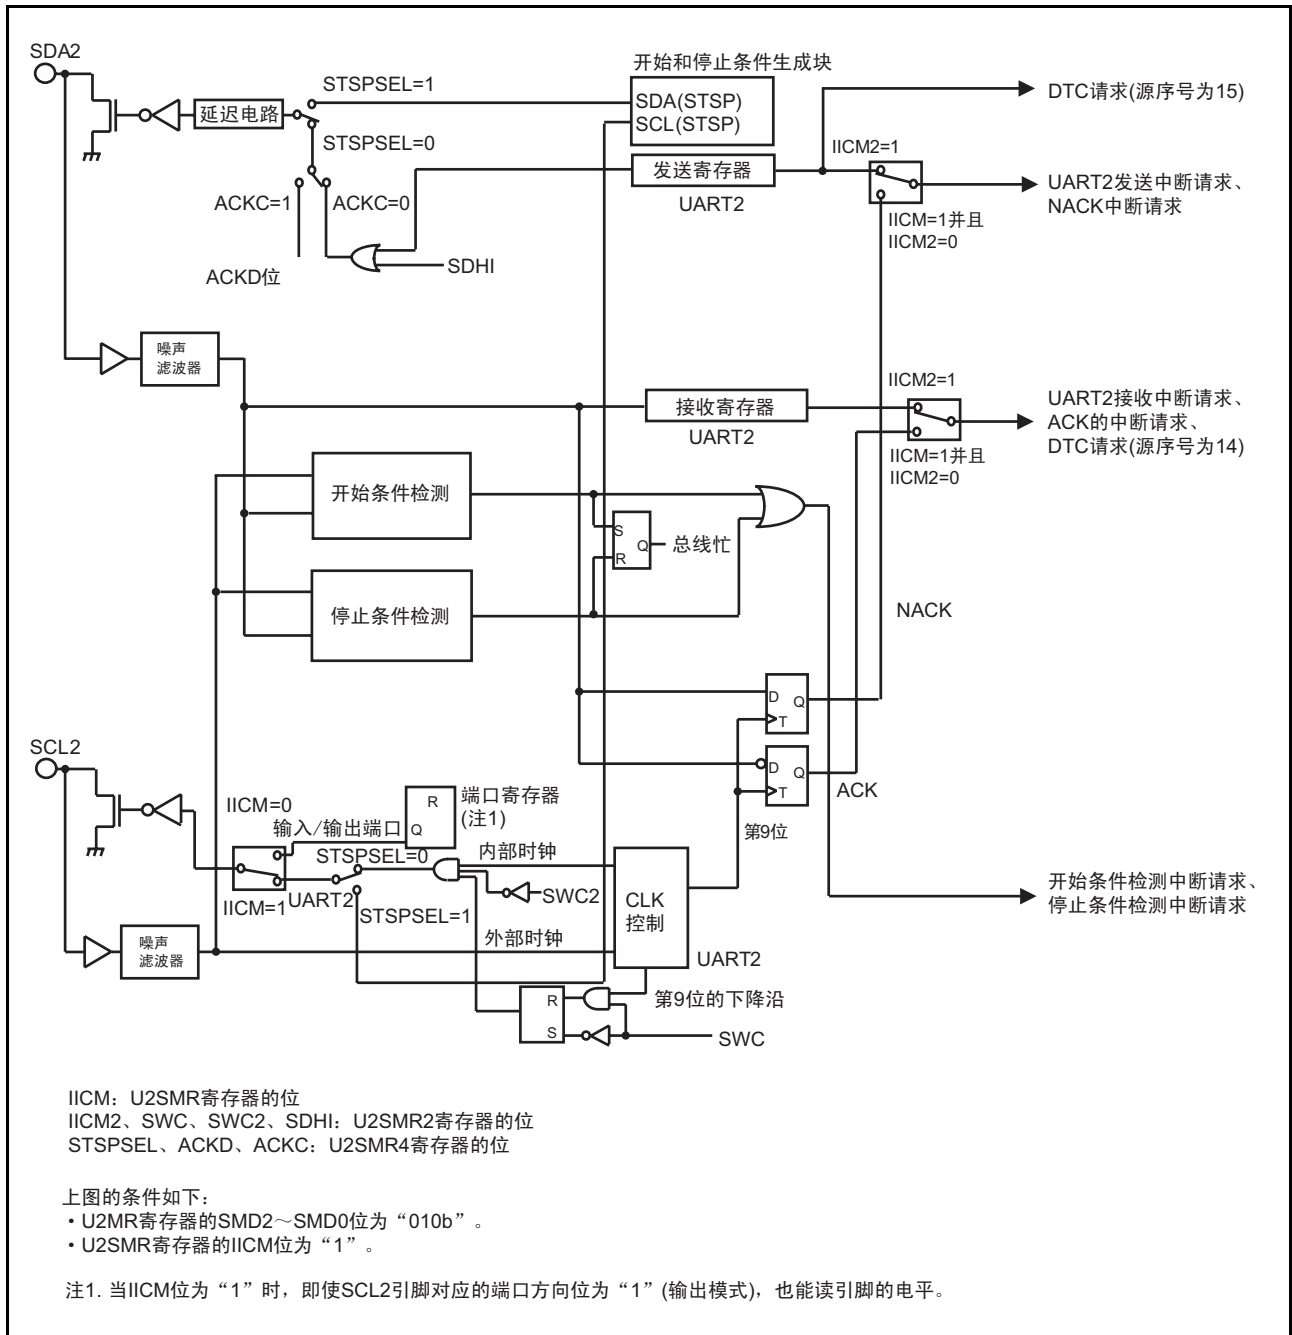
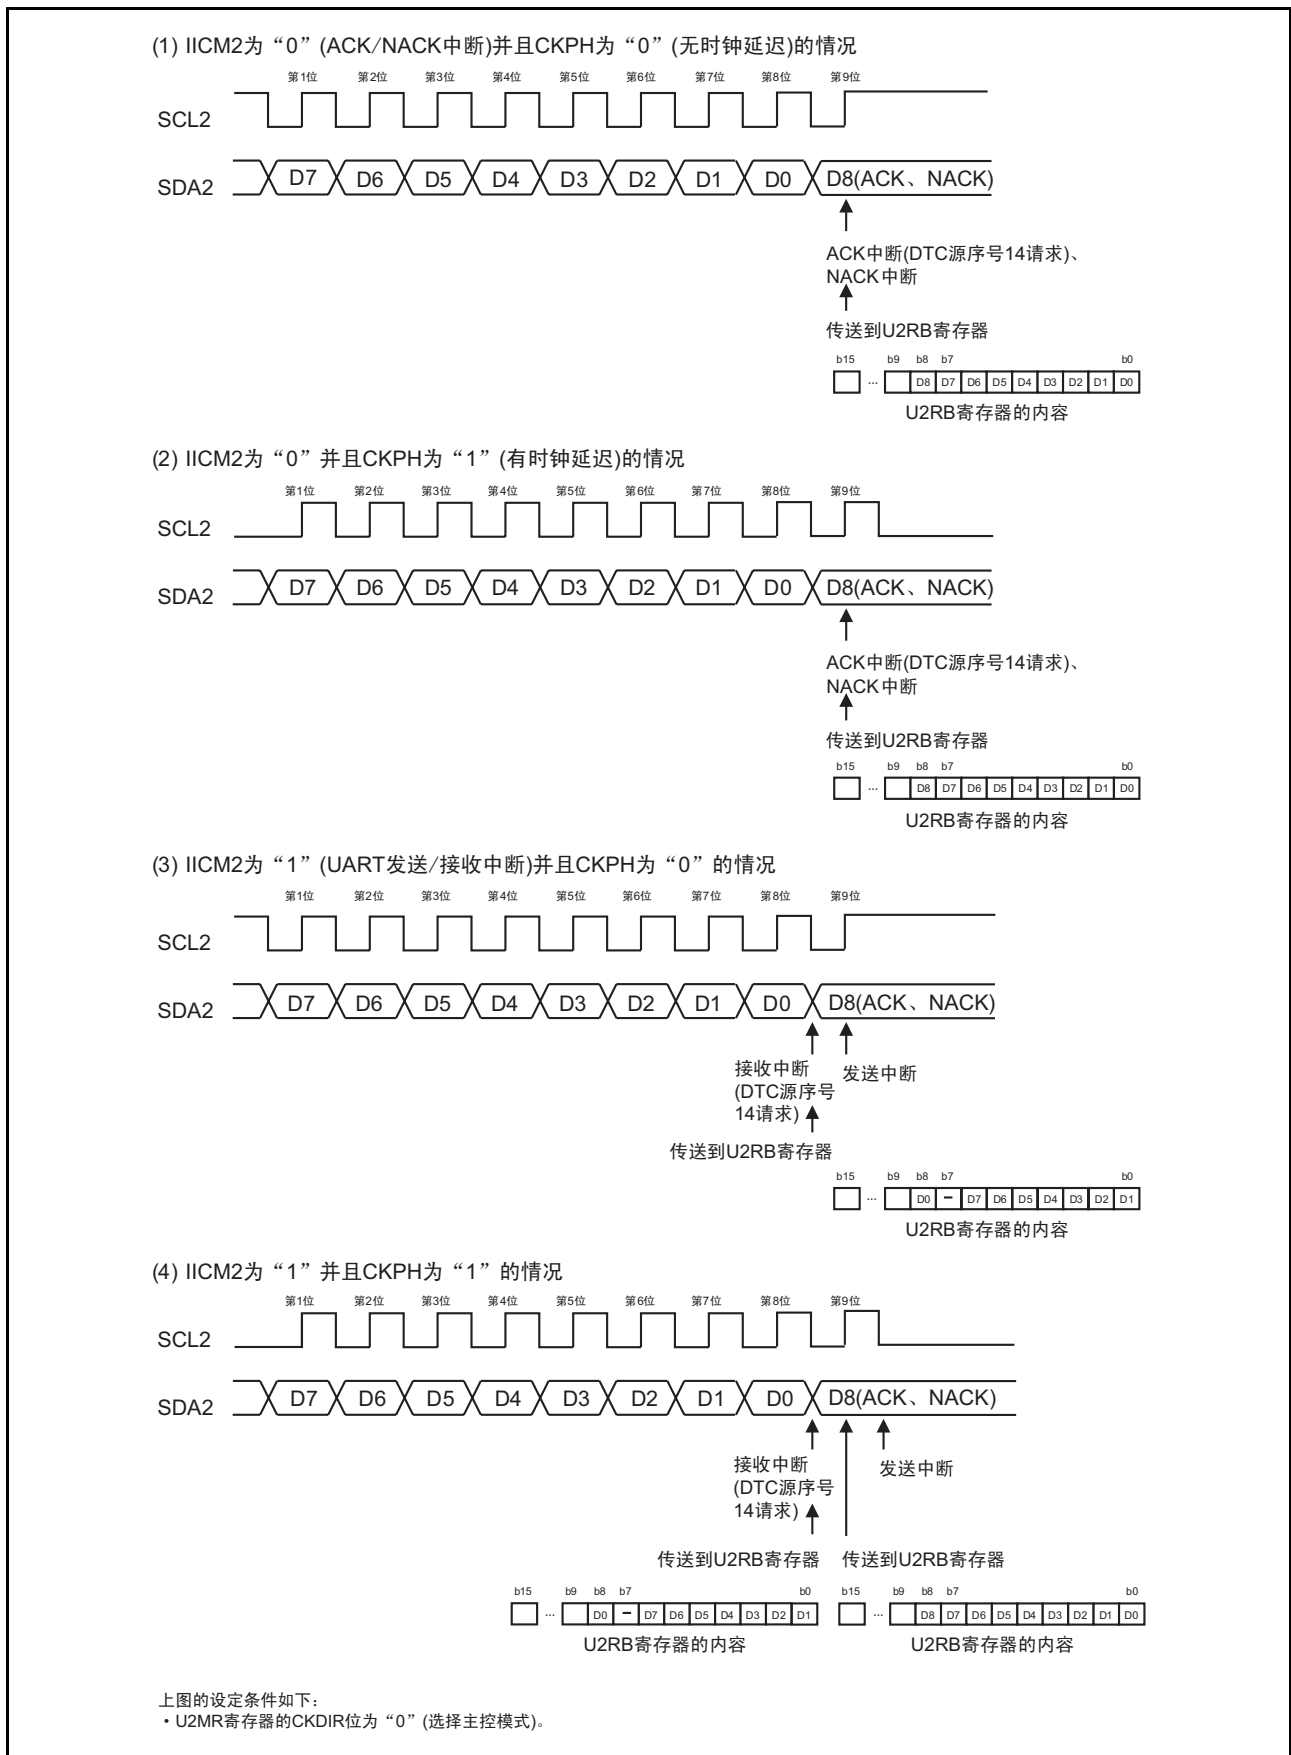

图 22.13 I2C 模式的框图
图 22.14 U2RB 寄存器的传送和中断时序
I2C 模式是对应简易型 I2C 接口的模式。I2C 模式的规格如表 22.9 所示，I2C 模式中使用的寄存器及其设定值如表 22.10 ~ 表 22.11 所示，I2C 模式的各功能如表 22.12 所示，I2C 模式的框图如图 22.13 所示，U2RB 寄存器的传送和中断时序如图 22.14 所示。
- 注 6. 参照“图 22.14 U2RB 寄存器的传送和中断时序”。
通过如“图 22.14 U2RB 寄存器的传送和中断时序”所示的传送时钟进行发送和接收。